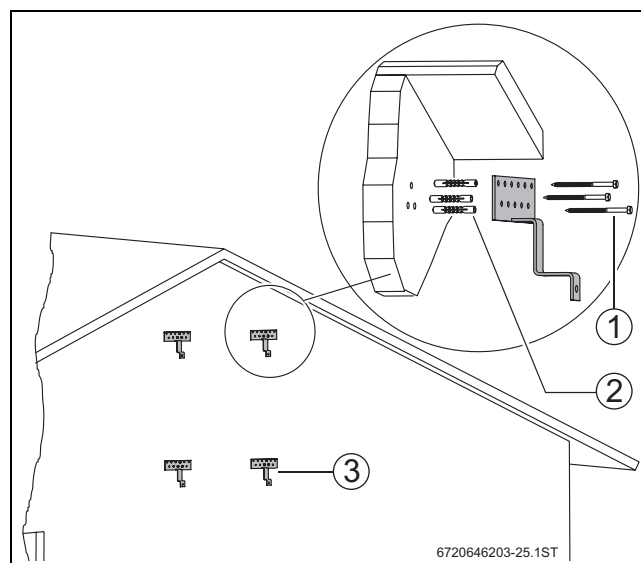

Bild 26 Haltebügel befestigen
- Haltebügel befestigen (→ Bild 26):